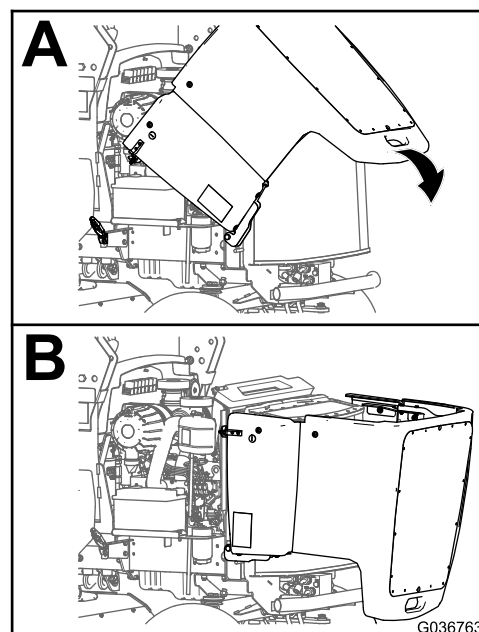

Figura 4
3. Ruotate con cautela il cofano indietro e in basso (Figura 4).